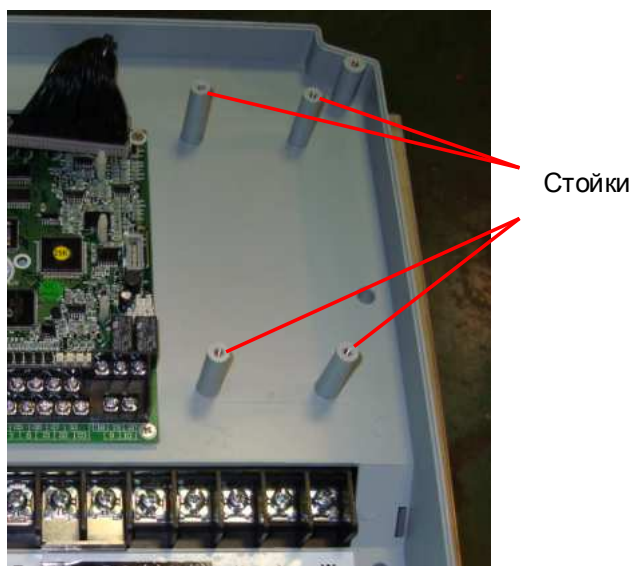

Рис. 7.23
7.13.1. Установить рамку пульта управления на стойки (рис. 7.23).